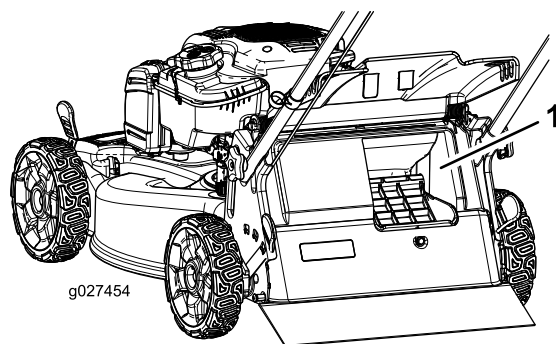

Рисунок 19
- Внимание:** Для обеспечения надлежащей работы, прежде чем передвигать рычаг включения сбора в мешок из одного положения в другое, заглушите двигатель, дождитесь остановки всех движущихся частей и затем удалите всю скошенную траву и мусор из дверцы для сбора в мешок и прилегающего проема (Рисунок 19).